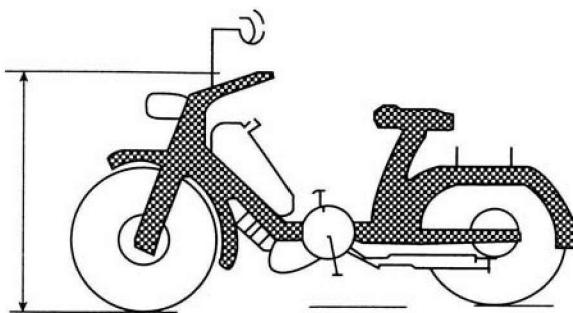

图 1-6 摩托车的高
(4) 高:支承而与接触车辆顶端(后视镜除外)的水平面间的距离,如图 1-6 所示,单位为 mm。